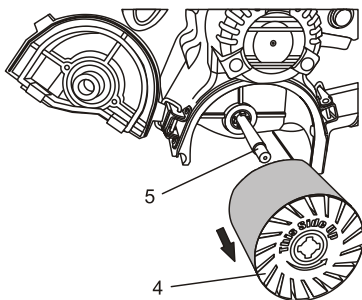

Fig. 2
2. Dégagez le moteur de la couverture du rouleau (3).
3. Tirez sur la couverture pour la sortir du carter principal et faites-la basculer vers l'avant de l'outil en utilisant le morillon GAUCHE comme charnière (Fig. 2).
4. Glissez le rouleau (4) hors de la tige (5).